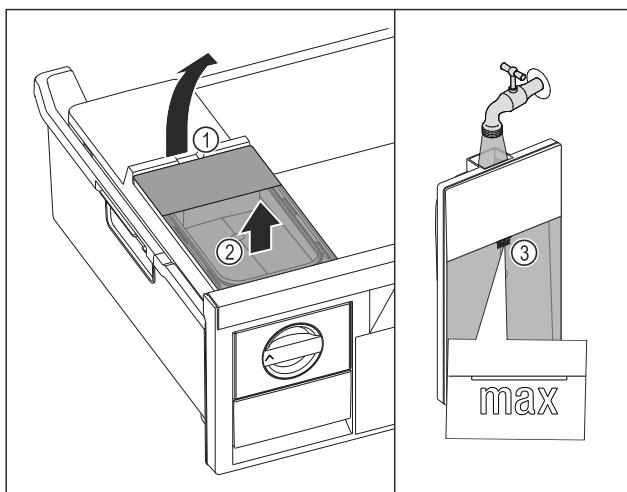

Fig. 96
- Підняти бак для води за заглиблення Fig. 96 (1).
- Вийняти бак для води рухом вгору. Fig. 96 (2)
- Наповнити бак для води питною водою до позначки Fig. 96 (3).